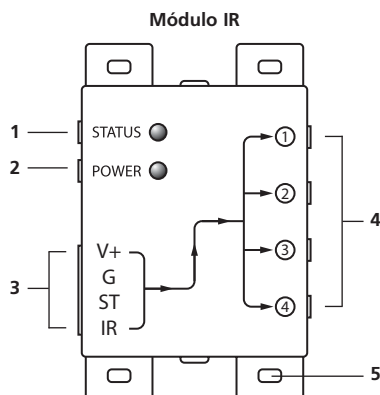

Ilustración 1
2. Enchufe los cables de extensión IR (con dos LEDs IR) en el módulo IR (ilustración 1 no. 4). Los LEDs IR tienen una lámina autoadhesiva para pegarlos en la ventanilla IR del aparato A/V. Atención: compruebe el funcionamiento de los LEDs IR antes de pegarlos definitivamente en la ventanilla IR del aparato A/V en cuestión. CUIDADO: Si sólo utiliza uno de los dos LEDs, deje el segundo LED IR sin usar. ¡Nunca lo quite del prolongador IR!